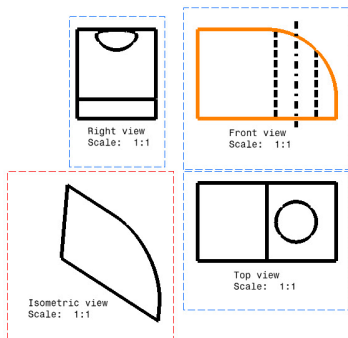

图 6-161
» 步骤 05 选择更多要投影的元素（如果需要）。在图形窗口的空白处单击或选择其他命令, 即可结束此命令。结果如图 6-161 中右视图所示。
① 激活轴测视图（双击视图）。
② 选择多个需要投影到轴测图的元素。在本示例中, 选择整个正视图。
③ 单击 Multi View（多视图）工具条中的 Multiple View Projection（多视图投影）图标.
④ 选择代表投影平面的元素。本例中如图 6-161 所示, 选择俯视图中的线。如图 6-161 所示, 在轴测图中得到新创建的几何元素。